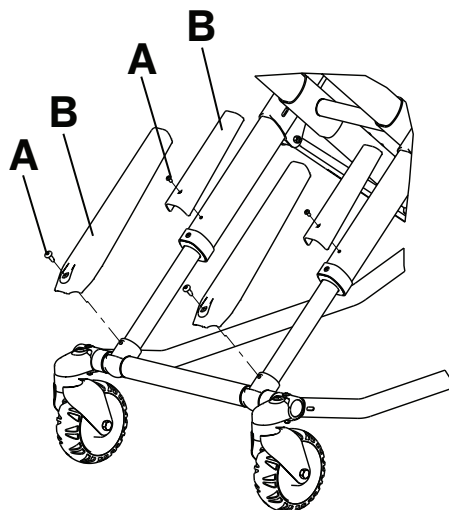

Figure 13 – Retirer les vis à tête bombée
2. À l'aide d'une clé Torx T27, retirer la vis à tête bombée (A) qui fixe le protège-cadre en X (B) au tube interne (Figure 13). Conserver la vis.
4. Retirer et conserver la protection du cadre en X du tube externe (Figure 13).